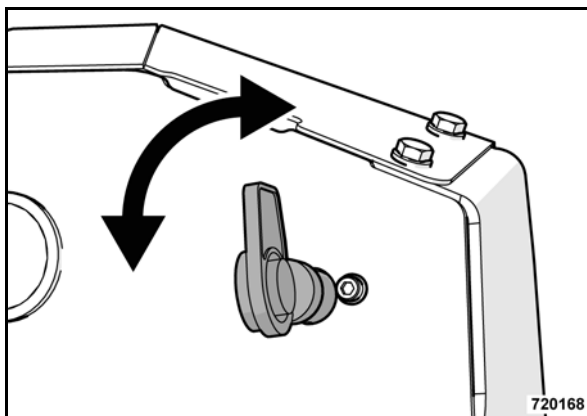

Рис. 118
- Переключить выключатель аккумуляторной батареи (Рис. 118) в положение "Горизонтально" и проверить измерением напряжения (проверка ключом зажигания), отсоединена ли аккумуляторная батарея от системы электрооборудования машины.